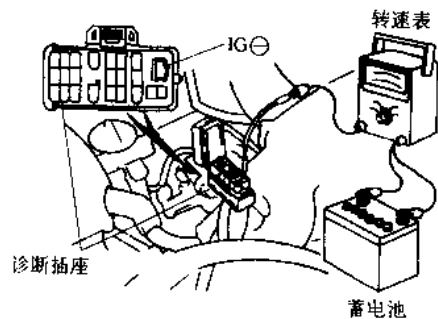

图 2-7 转速表的接法
(1) 应使用蓄电池作电源。
(2) 测转速时, 应将转速表的测试笔接到诊断插座的 IG $\ominus$ 插脚上 (图 2-7)。